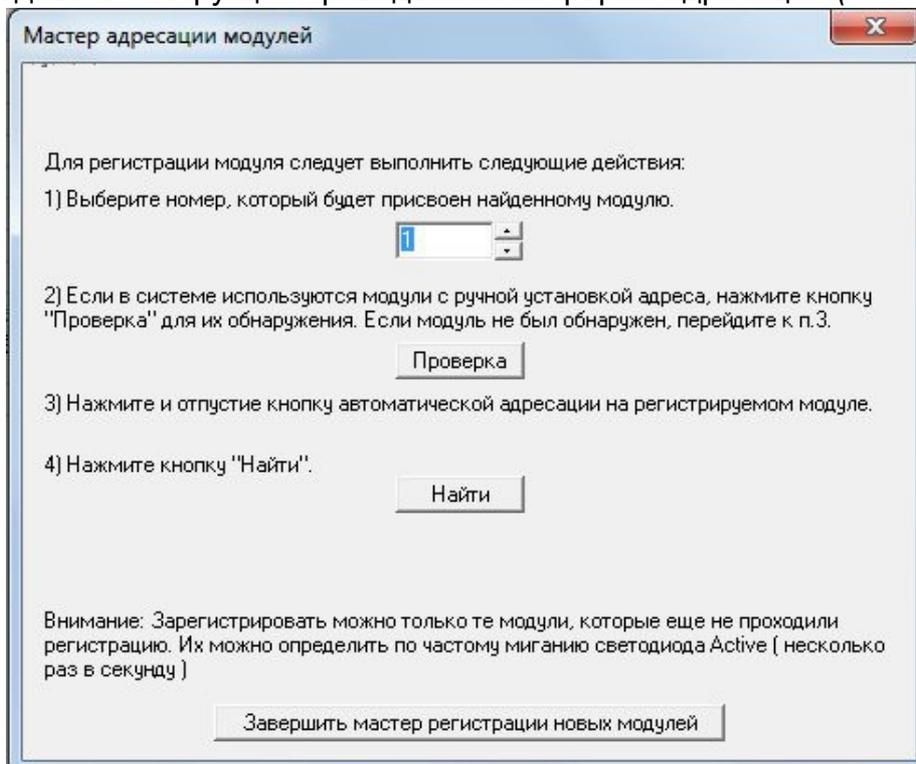

Рис.4
3. Следовать инструкции приведенной на форме адресации. (см. Рис. 4)